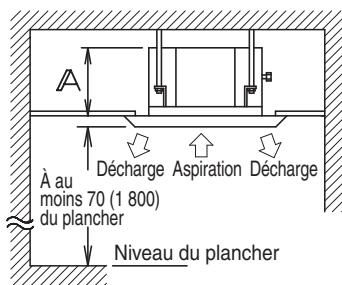

Fig. 1
- Là où l'espace est suffisant pour permettre l'installation et l'entretien. (**Reportez-vous à la Fig. 1**)